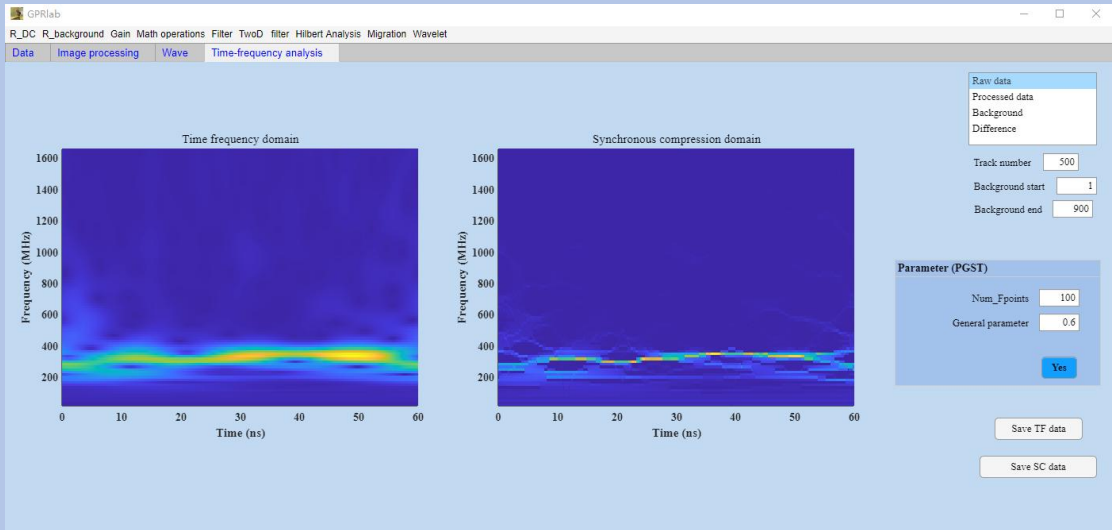

图 8-3 General parameter = 0.6 的时频图
如图 8-3 展示了当 General parameter = 0.6 时的时频图。可以观察到时间分辨率提高而频率分辨率降低。
(2) 设置参数，如图 8-2a ,由于采用自由采集，因此 Sampling interval 设置为0,End 设置为30. 点击 Yes 后，GPRlab 自动计算了 Sampling interval 值 0.0053, 如图 8-2b .如图 8-3 之后我们可以看到 Mileage 变为了 30m, 而 Depth 根据介电常数计算出来，为 3.182m。